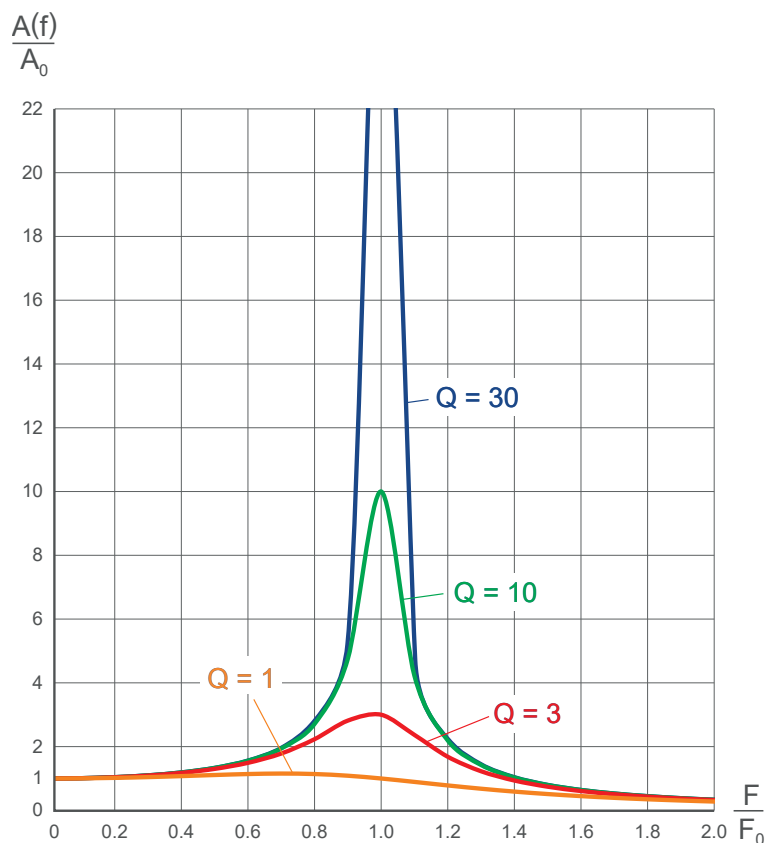

Fig.2-9 Graphique de réponse en fréquence
La réponse de transfert est tracée (voir Fig.2-9) pour diverses valeurs de facteur de qualité (Q), qui dépendent de la quantité d'amortissement dans le système de torsion. Le graphique indique le facteur par lequel le couple sera amplifié, en fonction de la fréquence des oscillations de torsion